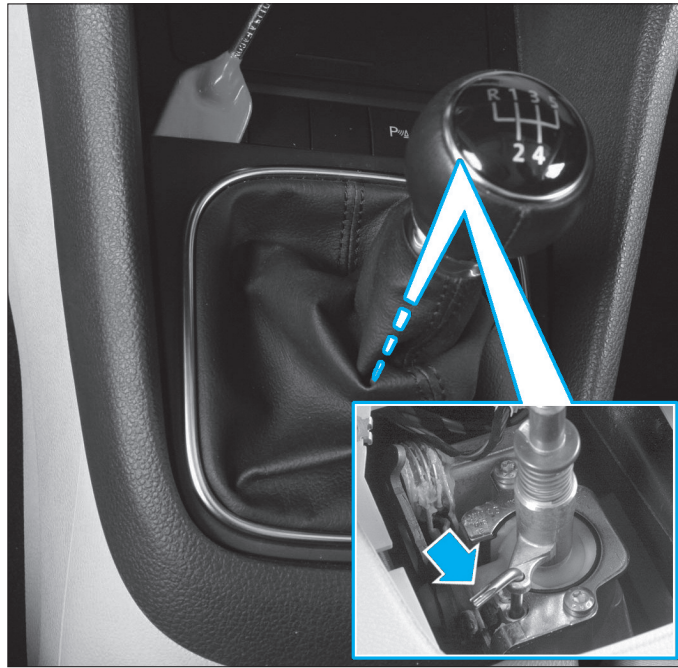

Fig. 9
- Dégrafer l'enjoliveur de levier de vitesses et le rabattre vers le haut (Fig.9).